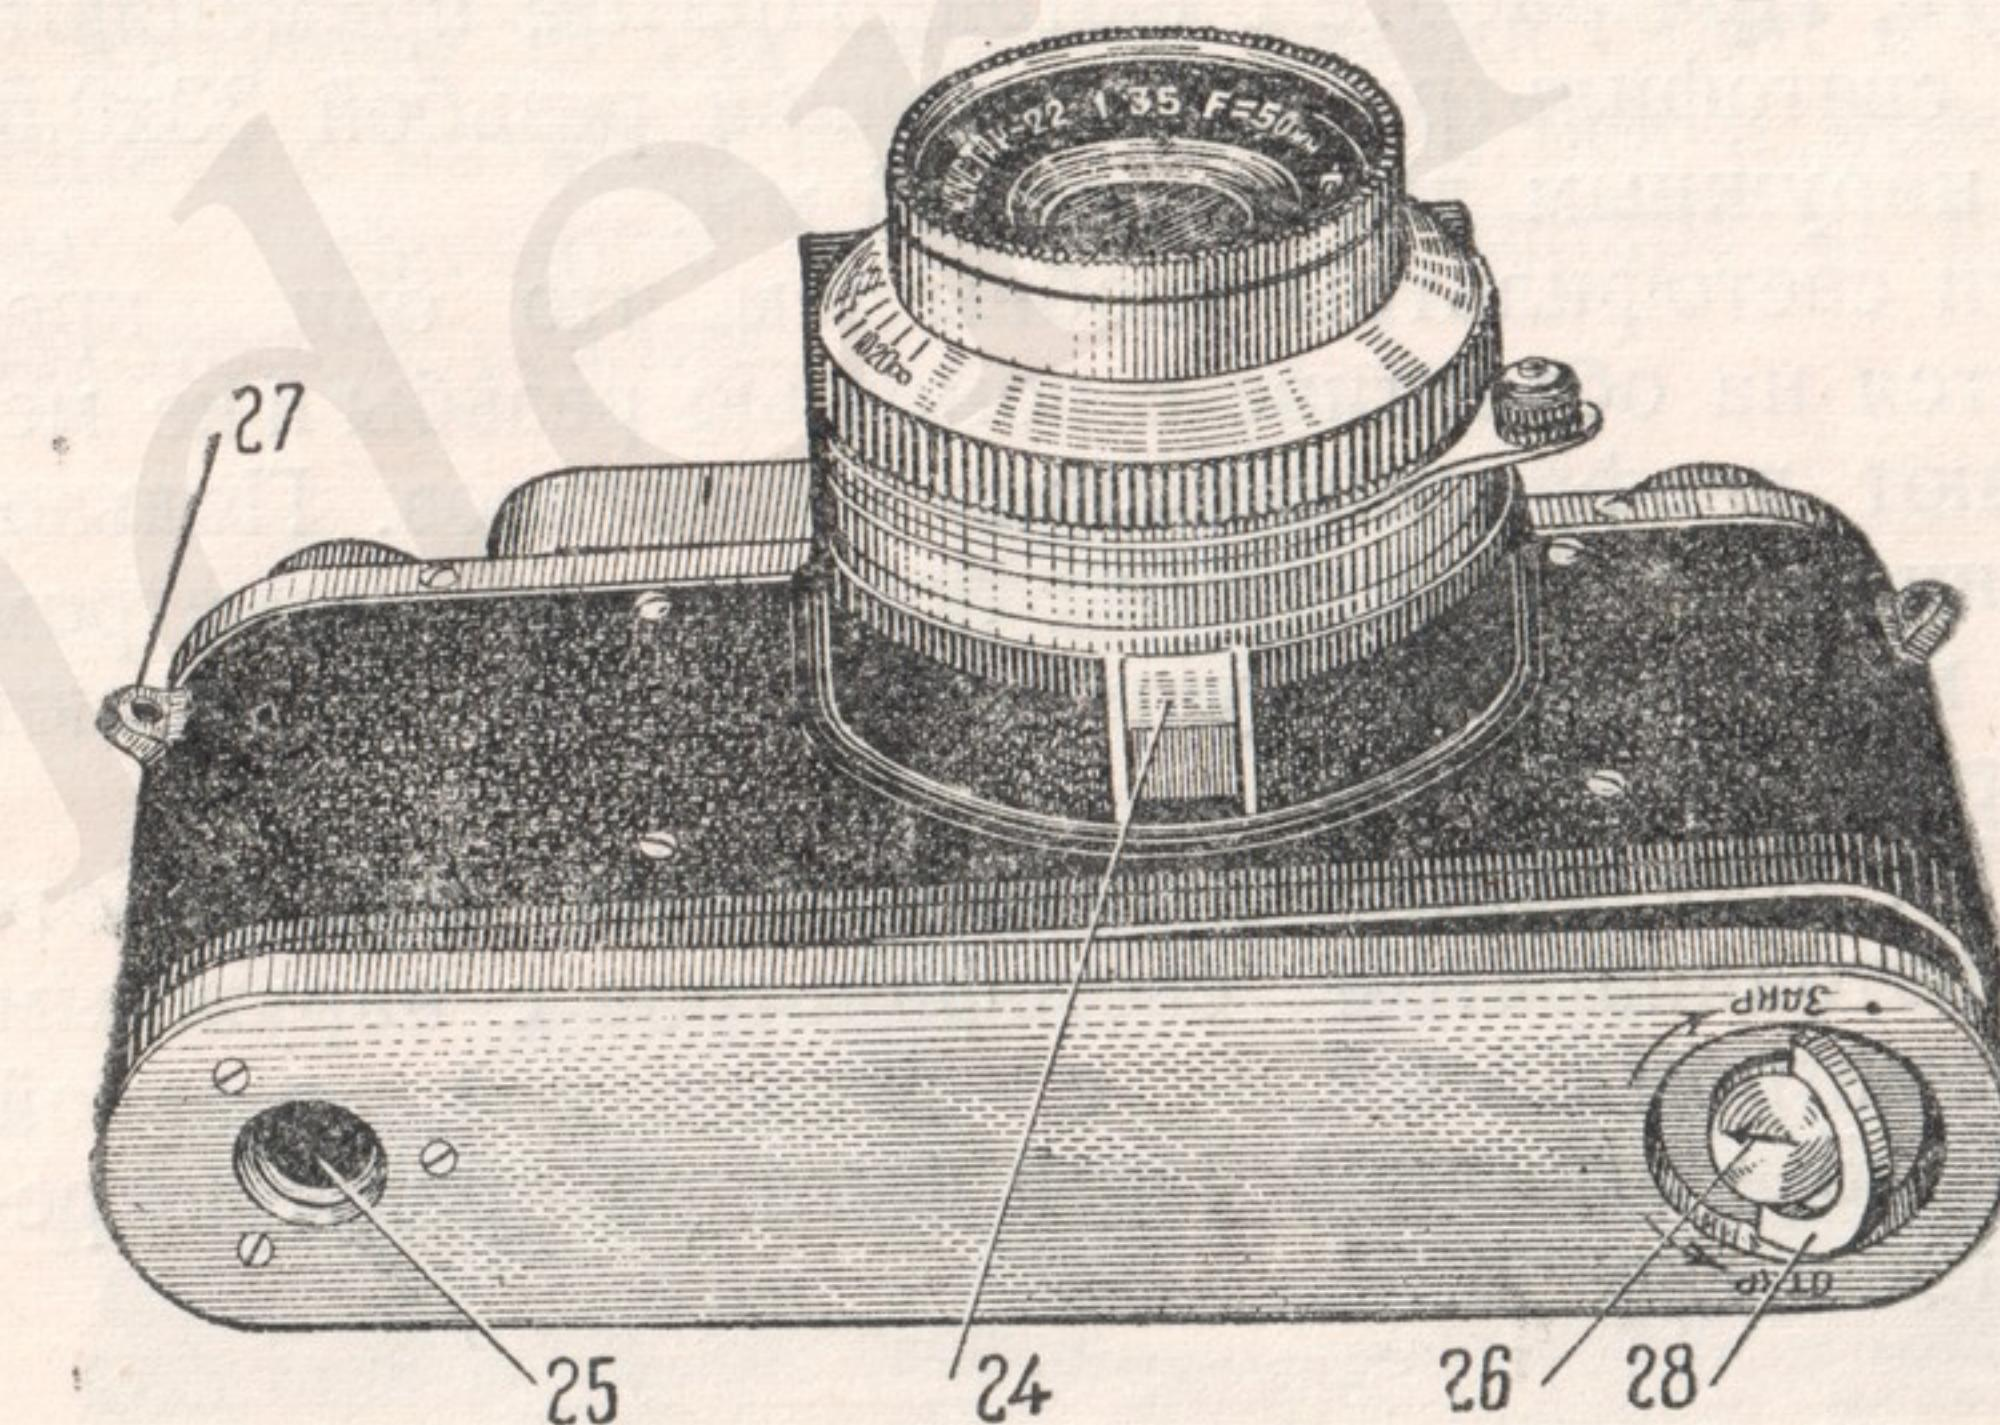

Рис. 4.
5. Наденьте нижнюю крышку, плотно прижмите ее и поверните дужку замка 28 (рис. 4)